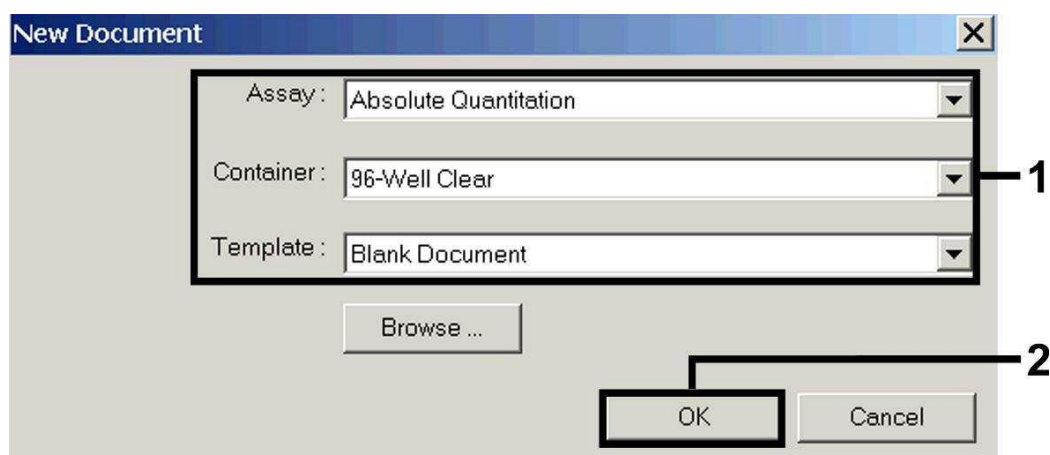

Fig. 3: Förinställningar vid framtagning av en ny PCR-körning (*New Document*).
Välj i *ABI PRISM 7000 SDS* under *File* menypunkten *New* och gör följande grundinställningar för det nya dokumentet (se Fig. 3). En tidigare sparad mall (*SDS Template (*.sdt)*) finns till förfogande i *Template*-listan eller genom att välja med *Browse*-funktionen (se 8.5.1.5 *Spara PCR-körningen*). Bekräfta uppgifterna (OK).